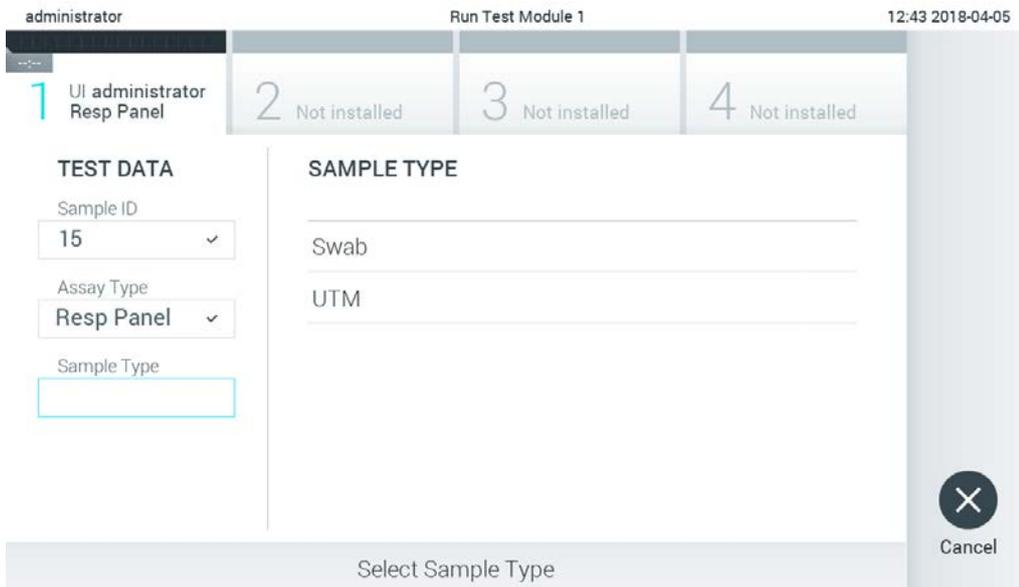

Figure 84. Sélection du type d'échantillon.
5. Le champ Assay Type (Type de dosage) est automatiquement renseigné et, si nécessaire, un Sample Type (Type d'échantillon) doit être sélectionné manuellement dans la liste (figure 84).